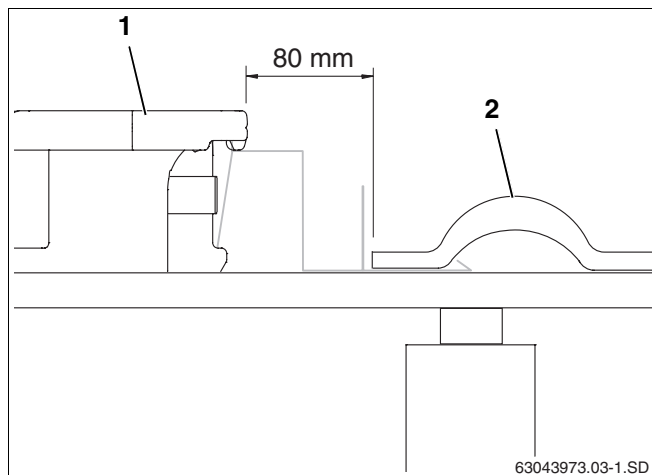

Fig. 22 Posa e avvitamento del primo collettore
- Far scivolare il primo collettore (fig. 22, **pos. 1**) nella sicurezza anti scivolamento e posizionarlo 80 mm prima del coppo esterno (eventualmente tagliato) (fig. 22, **pos. 2**).